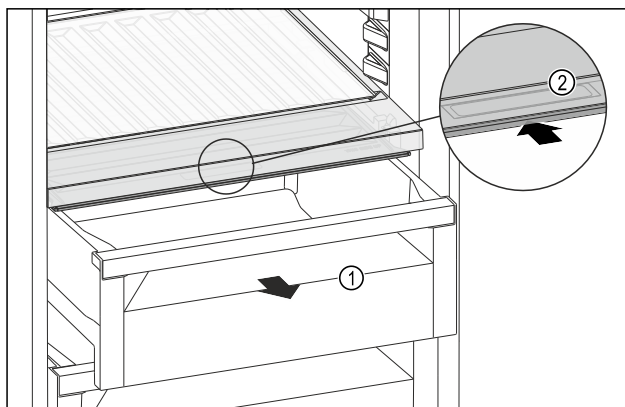

Fig. 110
- ▶ Vytiahnite zásuvku Fig. 110 (1).
- ▶ Uchopte priehľbinu na rukoväť Fig. 110 (2) na veko